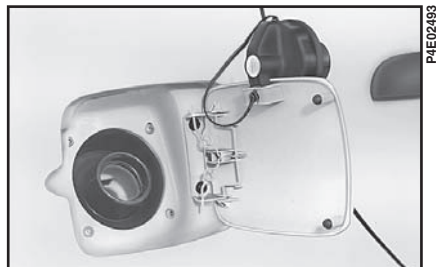

fig. 94
3) În timp ce alimentați, așezați bușonul pe capacul rezervorului așa cum se arată în figura **fig. 94**.